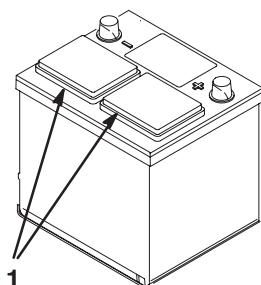

Figure 2
2. Nettoyez le dessus de la batterie puis retirez les bouchons d'aération (Fig. 2).